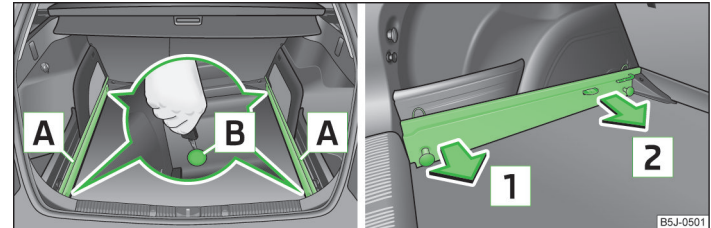

Abb. 53 Sicherungspunkte lösen / Tragschienen herausnehmen
- › Die Sicherungspunkte **B** » Abb. 53 an den Tragschienen mit dem Fahrzeugschlüssel bzw. mit einem flachen Schraubendreher lösen.
- › An jeder Tragschiene die beiden Sicherungspunkte **B** » Abb. 53 bis zum Anschlag drücken.